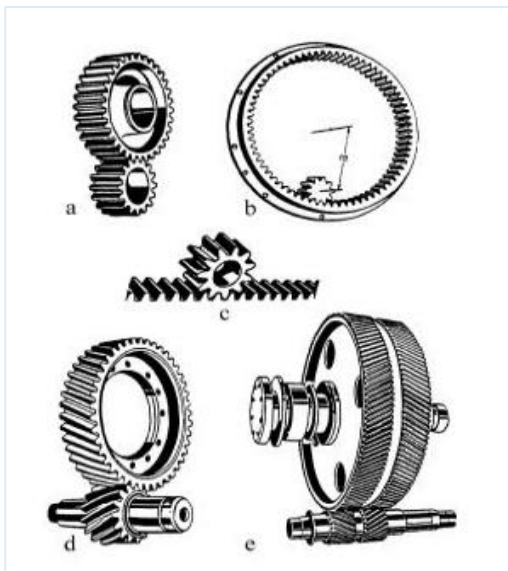

Fig.2.1
- angrenaje cu axe paralele (fig.2.1, a, b,d, e);
- angrenaje cilindrice (fig.2.1, a, b, d, e);
- angrenaje hiperboloidale (elicoidale - fig.2.3, a; melcate - fig.2.3, b; hipoide - fig.2.3, c); în fig.2.1, c este prezentat angrenajul roată - cremalieră;
- angrenaje exterioare (fig.2.1, a, d, e);
- angrenaje interiorare (fig.2.1,b);
- angrenaje cu dantură dreaptă (fig.2.1, a, b și 2.2, a);
- angrenaje cu dantură înclinată (fig.2.1, d și 2.2, b);
- angrenaje cu dantură în V (fig.2.1, e);